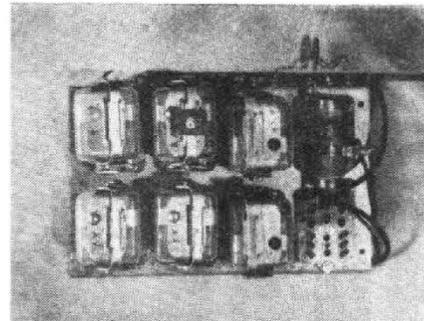

FIG. 6. — Platines des relais de propulsion
4.4. Platine des relais de propulsion - Fig. 6 - Repère 6, fig. 2.
4.4.3. Réalisation pratique - fig. 6.